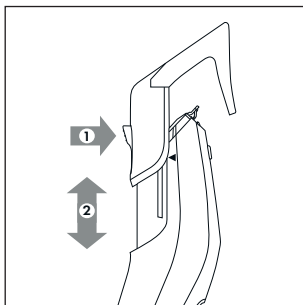
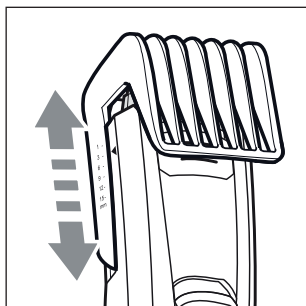

Fig. 3
Fig. 4
- ◆ Premere il pulsante situato sul lato posteriore dell'inserto pettine **10/11** e fare scorrere l'inserto pettine **10/11** verso l'alto o verso il basso (vedere fig. 3). In questo modo si regola la lunghezza di taglio desiderata (vedere anche il capitolo **Taglio dei capelli**).
- 3) Regolare la lunghezza di taglio nell'inserto pettine 10/11 in funzione della lunghezza di taglio desiderata. Per farlo premere il pulsante situato sul lato posteriore dell'inserto pettine 10/11 e fare scorrere l'inserto pettine 10/11 verso l'alto o verso il basso (vedere fig. 3). Le lunghezze di taglio si possono vedere dai segni sul lato dell'inserto pettine 10/11 (vedere fig. 4). Iniziare dapprima con una lunghezza di taglio maggiore e durante il taglio utilizzare gradualmente lunghezze di taglio minori.
- ◆ Regolare la lunghezza di taglio nell'inserto pettine **10/11** in funzione della lunghezza di taglio desiderata. Per farlo premere il pulsante situato sul lato posteriore dell'inserto pettine **10/11** e fare scorrere l'inserto pettine **10/11** verso l'alto o verso il basso (vedere fig. 3). Le lunghezze di taglio si possono vedere dai segni sul lato dell'inserto pettine **10/11** (vedere fig. 4). A questo punto accorciare la barba gradualmente.